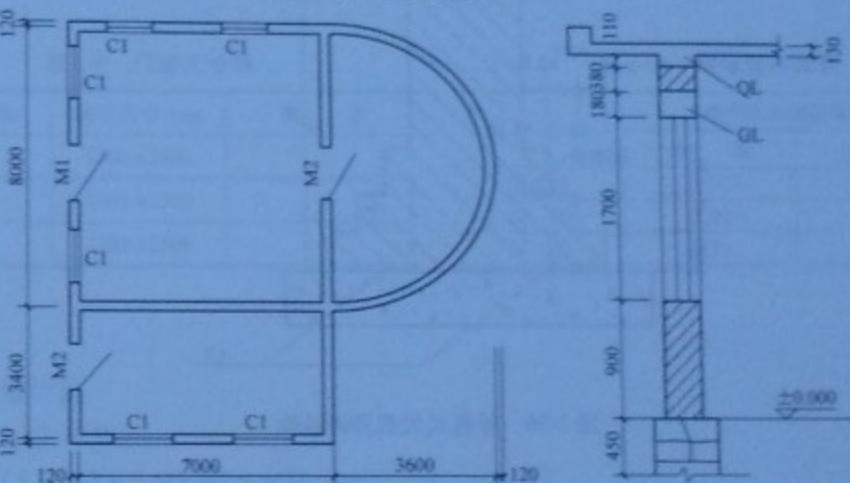

图 1-35 某传达室示意图
**【例 1-35】** 某传达室如图 1-35 所示, 砖墙体用 M2.5 混合砂浆砌筑, M1 为 1200mm × 2400mm, M2 为 1000mm × 2400mm, C1 为 1500mm × 1500mm, 门窗上部均设过梁, 截面为 240mm × 180mm, 长度按门窗洞口宽度每边增加 250mm; 外墙均设圈梁 (内墙不设), 截面为 240mm × 240mm。计算墙体工程量。